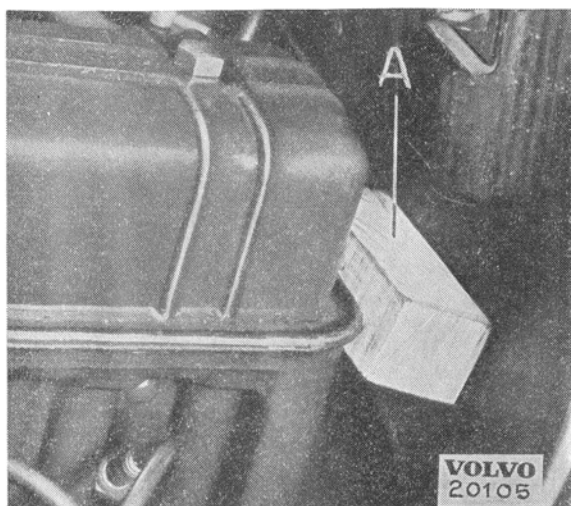

Bild 7.
7. Lossa främre motorfästena men låt muttrarna sitta kvar. Sänk ned växellådan försiktigt och placera en träklots mellan motorns bakände och torpeden (A, bild 7).